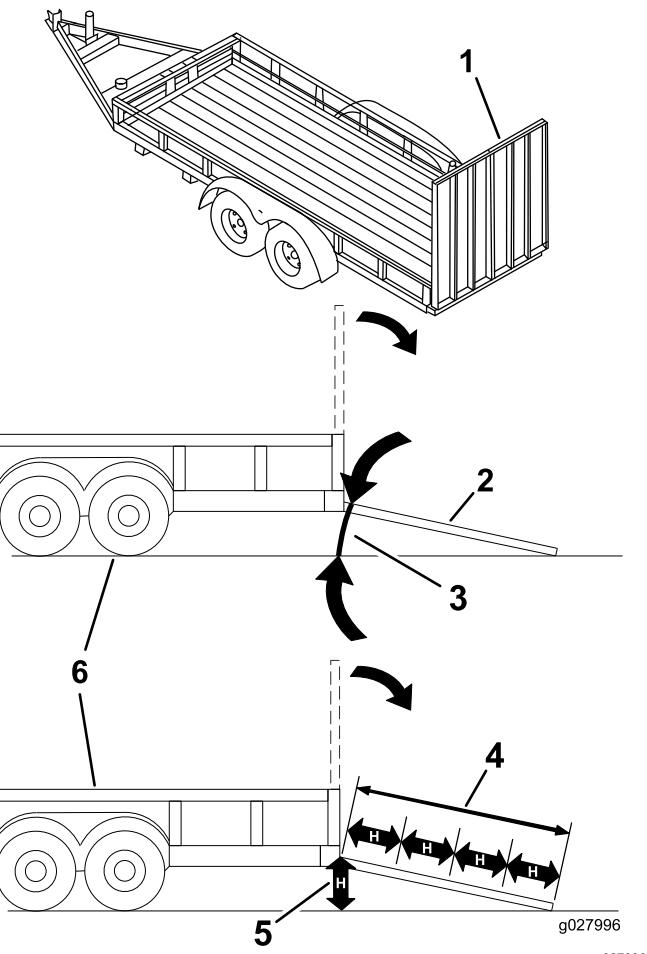

Figura 38
**Quando si carica la macchina su un trailer o un autocarro si aumenta il rischio di ribaltamento, che può causare gravi ferite ed anche la morte (Figura 38).**
3. Abbassate la rampa, assicurandovi che l'angolazione tra la rampa e il terreno non superi 15 gradi (Figura 38).
1. Abbassate la rampa, assicurandovi che l'angolazione tra la rampa e il terreno non superi 15 gradi (Figura 38).